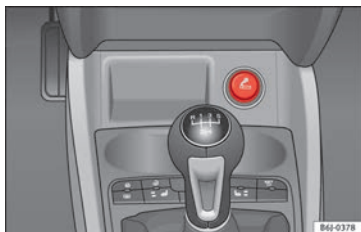

Fig. 113 Encendedor.
- Presione el encendedor » fig. 113 para activarlo » ⚠.